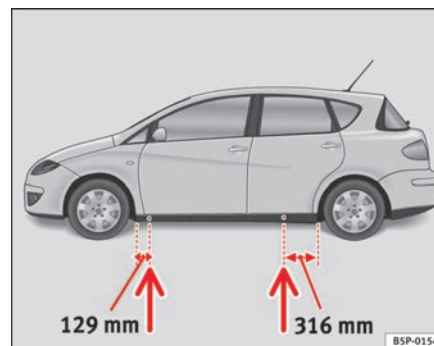

Abb. 170 Aufnahme-
- Suchen Sie den Aufnahmepunkt am Unterholm, der dem zu wechselnden Rad am nächsten liegt ⇒ Seite 254, Abb. 170.
Am Unterholm kennzeichnen jeweils vorn und hinten Eindrückungen die Stellen, an denen der Wagenheber angesetzt werden darf ⇒ Seite 254, Abb. 170. An jedem Rad ist eine Stelle für den Wagenheber vorgesehen. An anderen Stellen darf der Wagenheber nicht angesetzt werden.